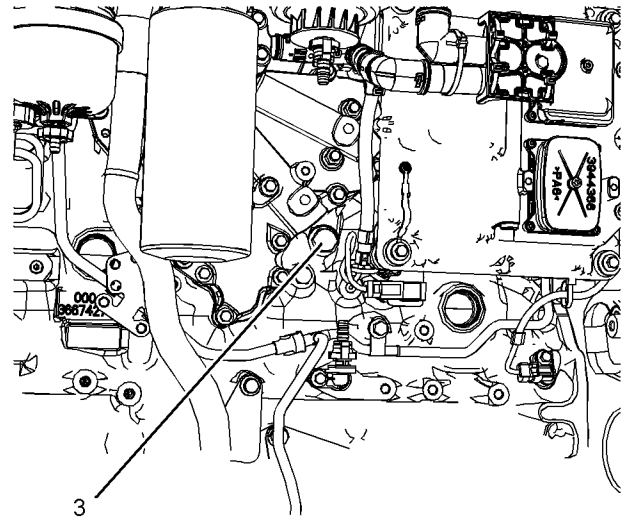

Abbildung 66
Das Zylinderkühlmittel kann aus dem Stopfen unter dem Ölkühler abgelassen werden. Siehe Abbildung 66. Wenn der alternative Ablasstopfen (3) ausgebaut wird, muss der O-Ring ersetzt werden. Ablasstopfen mit 35 N·m (25 lb ft) festziehen.